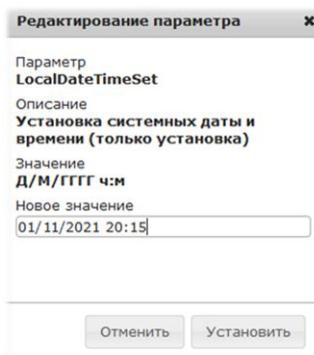

Рисунок 28 – Вид окна «Редактирование параметра LocalDateTimeSet»
- в отобразившемся окне «Редактирование параметра» (см. Рисунок 28) ввести дату и время в формате Д/М/ГГГГ ч:м, нажать кнопку «Установить»;